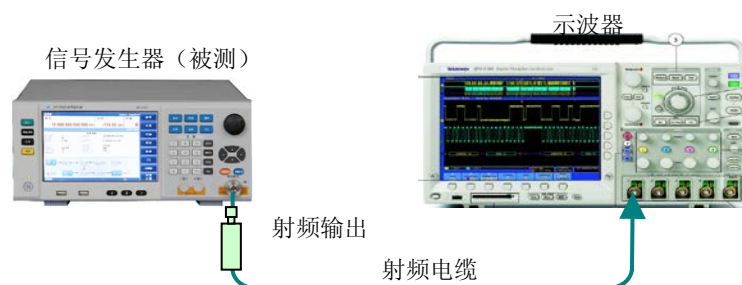

图 8.7 脉冲上升下降时间测试
- 1) 按图 8.7 连接设备，开机预热至少 30min。